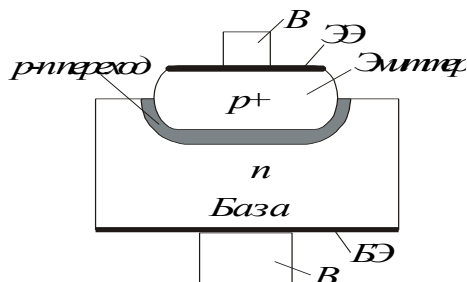

Рис.33. Устройство полупроводникового диода
**Полупроводниковым диодом** называется двухэлектродный прибор, основу которого составляет электронно-дырочный ( $n$ - $p$ ) переход (рис.33).